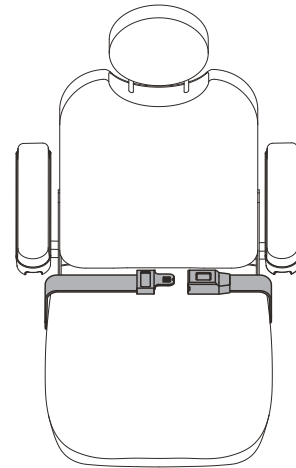

Bild 19. Einstellung des Haltegurts
Ihr Elektrorollstuhl kann mit einem Haltegurt ausgerüstet werden, der zum Komfort des Bedieners verstellt werden kann. **Siehe Bild 19.** Der Haltegurt ist dazu entwickelt, den Bediener zu stützen, so dass dieser nicht den Sitz herunter oder nach vorne rutscht. Der Haltegurt ist nicht zum Gebrauch als Rückhalteeinrichtung geeignet.
1. Nach dem Einsetzen stecken Sie die Metallasche an einer Seite des Gurtes in das Plastikgehäuse auf der gegenüberliegenden Seite, bis Sie einen Klick hören. **Siehe Bild 19.**